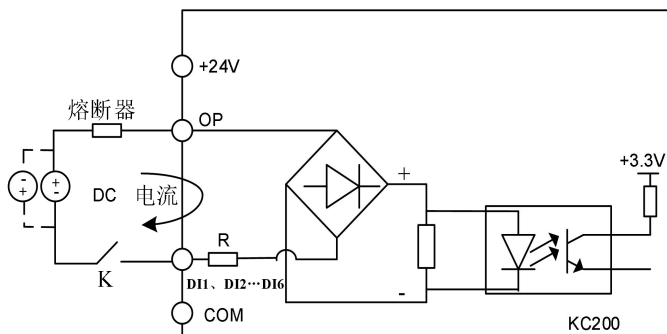

图 3-7 使用外部电源的连接方式
2) 使用外部电源(要求电源必须满足 UL CLASS 2 标准，并需要在电源与接口加 4A 的熔断器)，接线方式如图 3-7(注意去除 OP 与 24V 端子间的连接线)。